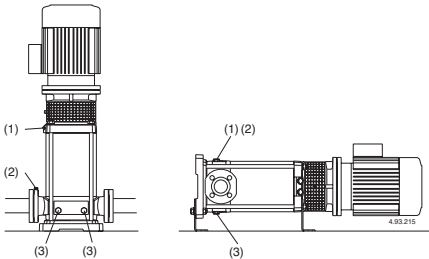

Abb. 4 (1) Auffüllung und Entlüftung;
Bei Installation der Pumpe über dem Wasserspiegel (Saugbetrieb, **Abb. 3A**) oder mit zur Öffnung des Rückschlagventils ungenügender Zulaufhöhe (weniger als 1 m) sind Saugleitung und Pumpe durch den Entlüftungsanschluß (1) zu füllen (**Abb. 4**). Zur Vereinfachung der Auffüllung wird ein Gummirohr (oder ein Rohrkrümmer) und ein Trichter verwendet.
(2) Entlüftung Saugleitung
(3) Entleerung
Wenn der **Wasserspiegel auf der Saugseite oberhalb der Pumpe** ist (Zulaufbetrieb, **Abb. 3B**) Absperrschieber in der Zulaufleitung langsam und vollständig öffnen um die Pumpe zu füllen. Dabei Schieber in der Druckleitung und die Entlüftungsöffnungen (1) (2) (**Abb. 4**) öffnen, damit die Luft entweichen kann.
Entlüftungsöffnungen (1) (2) schließen (**Abb. 4**). Bei MXV-B, MXV(L) 25-32-40 und MXV(L)4 25-32-40, die Nadelschraube (14.17) in der Entleerungs-Verschlußschraube (14.12) (**Abb. 4b**) anziehen und die Entlüftungsbohrung (14.04) schließen.
(2) zu wiederholen, sind die Anschlüsse der Saugleitung auf Dichtheit zu überprüfen und sind der Entlüftungs-(2) und die Entleerungs-Verschlußschrauben (3) auf der Saugseite anzuziehen (**Abb. 4**).
Die Pumpe sollte wie im Fall von zeitweiser Förderung von verschmutzten Flüssigkeiten im Anschluß kurz mit sauberem Wasser durchgespült werden, um Ablagerungen zu beseitigen. Oder es ist nach der Entleerung eine Wäsche vorzunehmen, indem sauberes Wasser (wenigstens 40 Liter) in die Auffüllöffnung (1) Druckseite gegeben wird und aus der Entleerungsöffnung (3) Saugseite austritt (**Abb. 4**).
Vor Demontage, Stromverbindung trennen, Absperrventile auf der Saug- und druckseite schließen und das Pumpengehäuse entleeren (fig. 4).